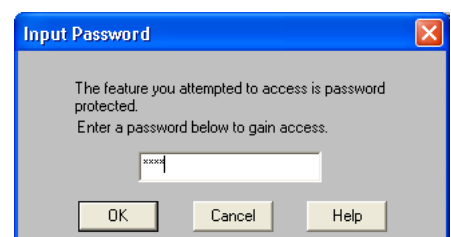

FIGURE 9-3 : Boîte de dialogue « Input Password »
2. La boîte de dialogue « Input Password » (Saisir le mot de passe) apparaît, comme illustré sur la droite à la figure 9-3.